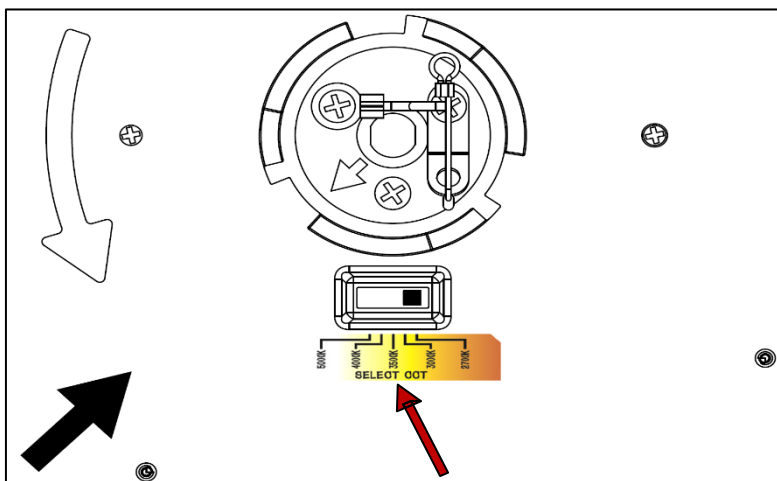

Figura 3
13. **Antes de la instalación:** En la parte posterior de la luminaria, busque el interruptor para seleccionar la temperatura de color. **Elija su propia configuración:** Coloque el interruptor en la temperatura de color del LED deseada que se muestra en la *Figura 3*: 2700K (suave); 3000K (cálido); 3500K (neutro); 4000K (frío); 5000K (luz diurna).